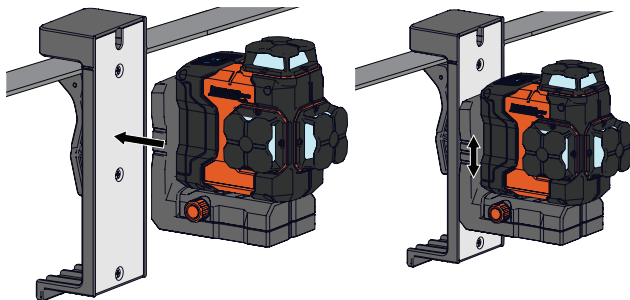

Figure 12
3. Pour fixer l'unité à l'ensemble pour le montage sur rail, placez les aimants de l'unité sur la plaque métallique. Faites glisser l'appareil vers le haut ou vers le bas pour ajuster sa position. (Figure 12)